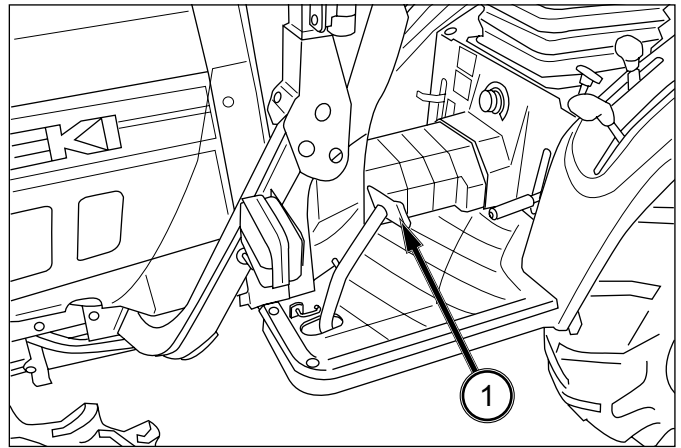

FIG. 4-12
FIG. 4-12: La pédale (1) débraye la transmission quand elle est complètement enfoncée, ce qui permet de démarrer le moteur, de changer les rapports et d'arrêter le déplacement du tracteur. Pour engager la prise de force et la prise de force ventrale (si elle est prévue), il faut aussi débrayer. Relâchez lentement la pédale pour embrayer et transmettre la puissance à la transmission et à la prise de force.